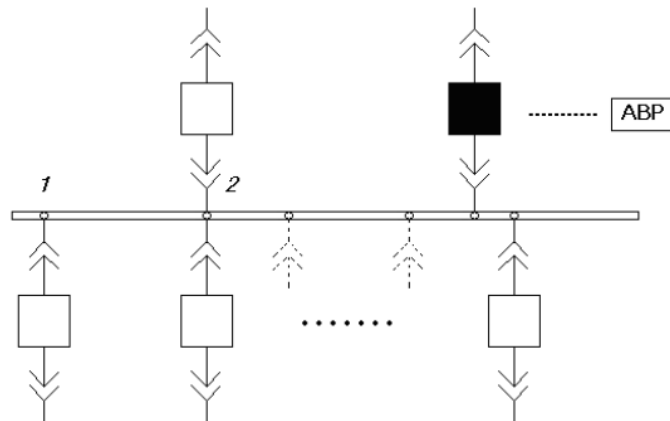

Рис. 3. Схема РУ секции шин 10 кВ
**Задача 3.** Определить частоту кратковременных погашений секции шин из-за коротких замыканий на шинах и на выключателях для секции шин РУ 10 кВ, от которой питается  $N$  отходящих линий (см. рис. 3). Частота отказов с коротким замыканием для выключателей 10 кВ  $\lambda_B$ , частота отказов с коротким замыканием для сборных шин  $\lambda_{Ш}$  даны в таблице 3.